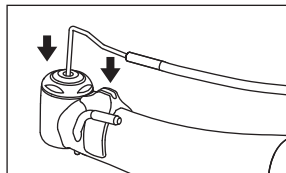

Abb. 8
- 3) Führen Sie das Ende der interne Sprühdüse in die Öffnung am oberen Ende des Handstückkopfs ein und befestigen Sie danach die interne Sprühdüse am Schlitz der Halteklammer. (Abb. 8)